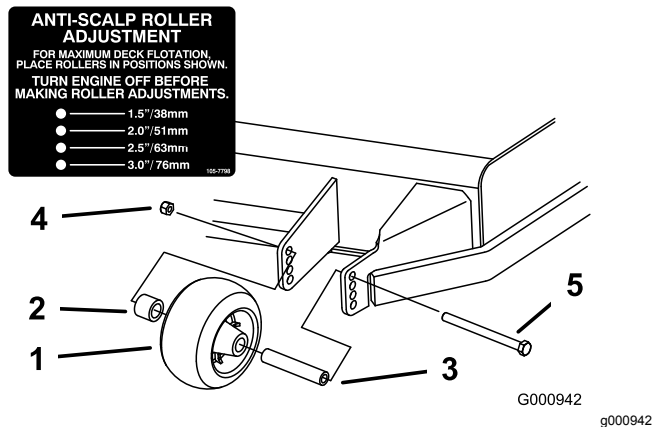
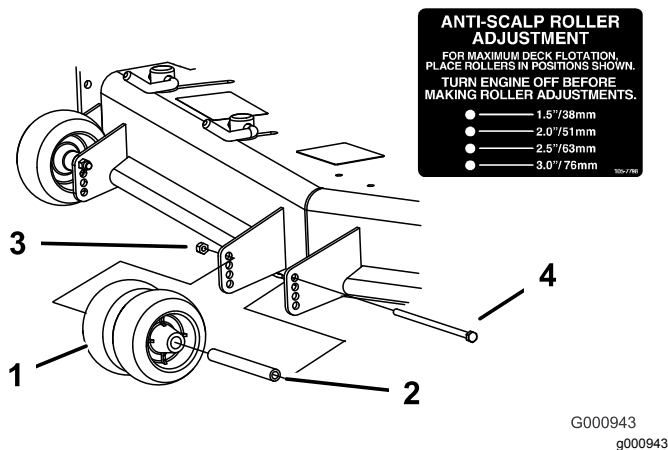
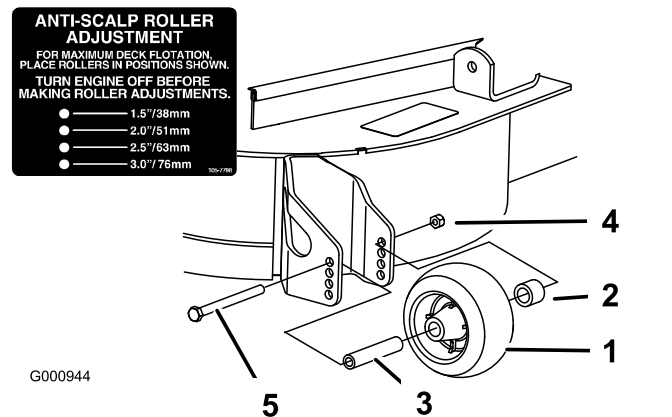

Figura 28
Figura 29
Figura 30
3. Ajuste los rodillos protectores del césped según se muestra en Figura 28, Figura 29 y Figura 30.